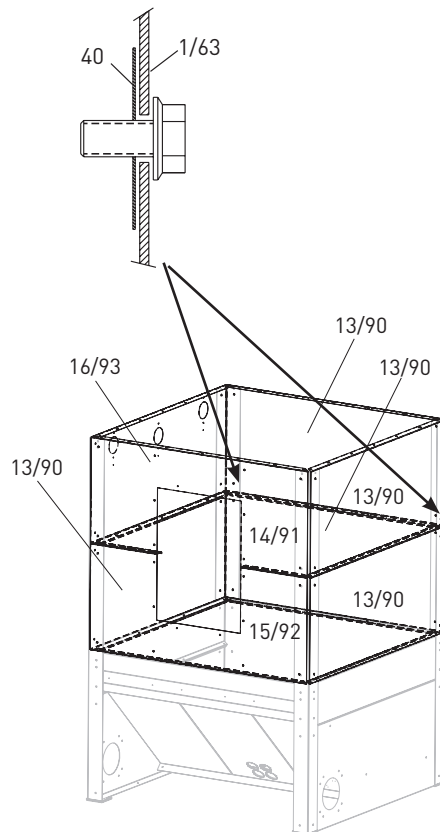

Fig. 13 Seitenwände montieren
1. Reihe Seitenwände rundherum aufsetzen. Bug 9 mm nach unten, 3 Seitenwände (13/90), 1 Seitenwand-Türausschnitt unten (15/92) nur mit Standwinkel (1/63) verschrauben, noch nicht in waagrechter Ebene – Fig. 13.
Wenn das Lager ca. 100 mm an der Wand steht, können die unteren Schrauben hinten nicht mehr eingesetzt werden (Abstand zu klein). Deshalb vor der Montage dieser Seitenwände die Schrauben mit Schraubensicherung (40) im Standwinkel (1/63) fixieren – Fig. 13.
2. Reihe Seitenwände rundherum aufsetzen. 2 Seitenwände (13/90), 1 Seitenwand-Füllstutzen (16/93), 1 Seitenwand-Türausschnitt oben (14/91), nur mit senkrechten Standwinkel (1/63) verschrauben, noch nicht waagrecht verschrauben – Fig. 13.